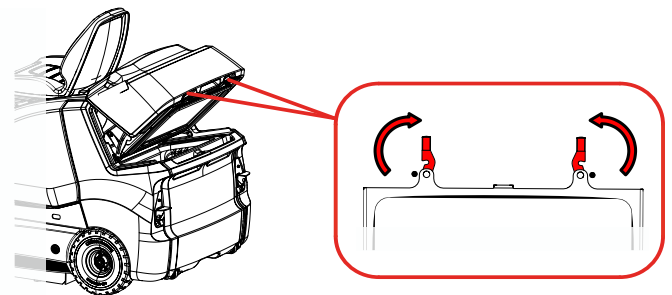

Abb. 41
- Filterhalter festhalten und Verriegelung des Staubfilters links und rechts lösen. (Abb. 41)